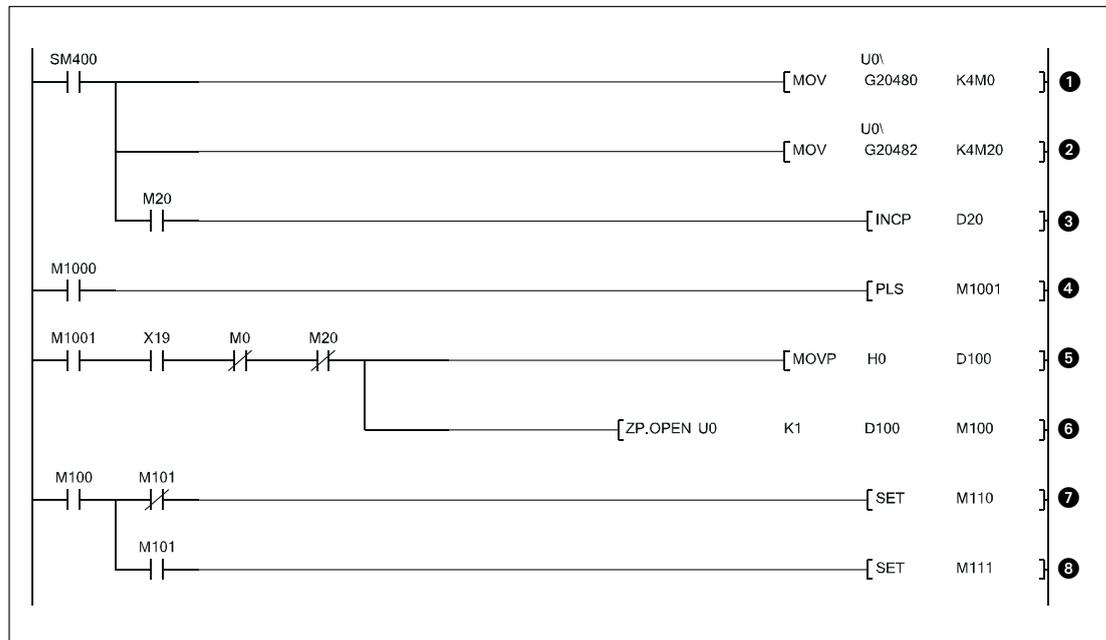

Abb. 7-20: Programm zum Öffnen der Verbindung 1
- ① Impuls bilden, wenn Verbindung 1 durch das verbundene Gerät geschlossen wird.
- ② Impuls bilden, wenn Verbindung 1 durch das verbundene Gerät geschlossen wird und die Verbindung mit einer OPEN-Anweisung aufgebaut wurde (siehe Abb. 7-20).
- ③ Impuls bilden bei Anforderung zum Schließen der Verbindung aus der eigenen Station.
- ④ Verbindung 1 schließen
- ⑤ M210 = Verbindung 1 wird geschlossen
- ⑥ M202 = CLOSE-Anweisung ohne Fehler ausgeführt
- ⑦ M203 = Bei der Ausführung der CLOSE-Anweisung ist ein Fehler aufgetreten
- ⑧ Nach der Ausführung der CLOSE-Anweisung wird M210 zurückgesetzt.